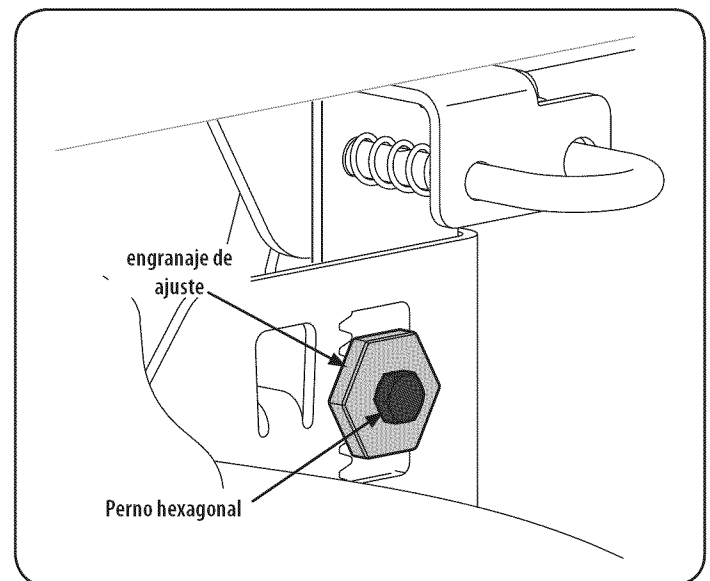

Figura 24
3. Afloje, pero NO extraiga, el perno hexagonal en el enlace de suspensión izquierda de la plataforma trasera. Ver Figura 24.
- Usando una llave, levante o baje el lado izquierdo de la plataforma girando el engranaje de ajuste. Ver Figura 24.